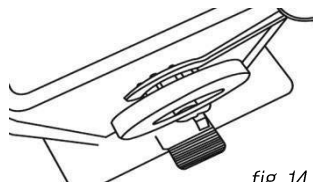

fig. 14
4. Placez la meule sur la soupape et insérez l'écrou (fig. 14).